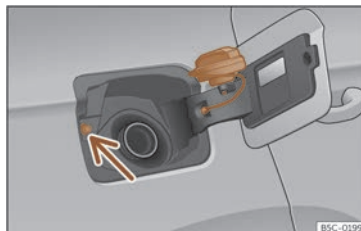

Fig. 203 Clapeta rezervorului de combustibil cu bușonul atașat.
- Așezați bușonul în spațiul din balamaua clapetei deschise >>> **fig. 203**.
Evitați să atingeți butonul de blocare a clapei rezervorului de combustibil >>> **fig. 203** (săgeată). Sistemul va considera că ați terminat și nu veți putea continua realimentarea. Apăsați butonul de pe ușa șoferului din nou pentru a continua.